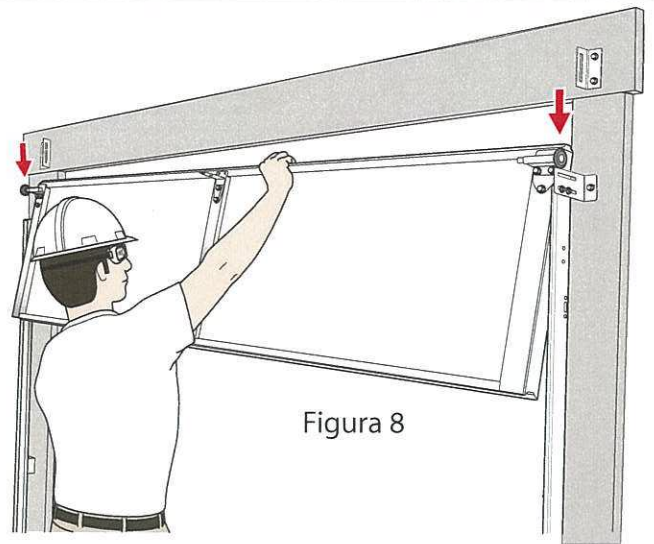

Figura 8
Paso 18: Acomodamiento de las secciones intermedias en la apertura Levante con cuidado la sección intermedia, con los rodillos, los transportadores de los rodillos, las bisagras de centro y los puntales (si se requieren) hasta la parte superior. Deslice los rodillos hacia abajo hasta el riel (Figura 8). Lentamente baje la sección sobre la sección inferior que que acomodó anteriormente (Figura 9).